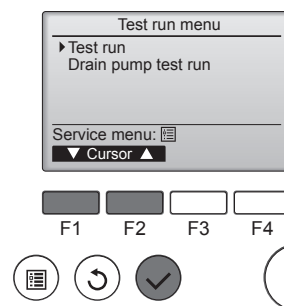

Fig. 8-2
- ② Wählen Sie „Test run“ (Testlauf) aus dem Test run-Menü, und drücken Sie die [AUSWAHL]-Taste. (Fig. 8-2)
- ③ Der Testlauf beginnt und der Testlaufbildschirm wird angezeigt.